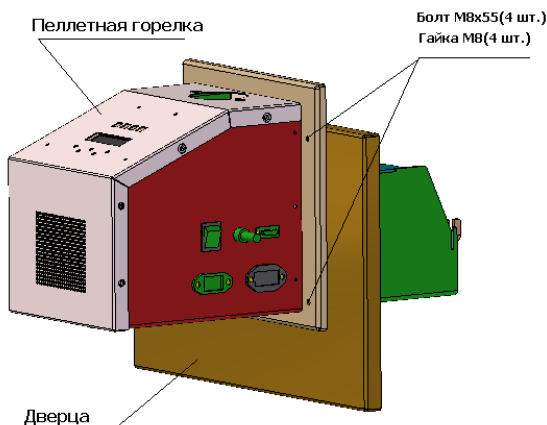

Рис.28 Дверца с пеллетной горелкой КОРИ 4/25
7.1.4 Демонтировать среднюю дверцу 3 (рис. 2), и заменить на дверцу из комплекта горелки КОРІ 4/25 или КОРІ 12/50 (см. табл.2) в сборе с горелкой (**рис.28**)